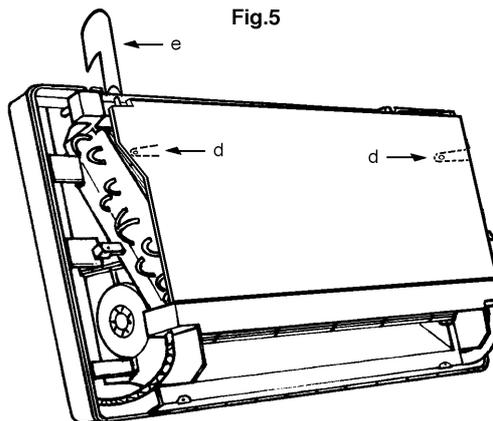

Fig.5
d) Montage (fig. 5) du bac de condensats
d) Mounting (fig. 5) of the condensates drain pan
h) Procéder au raccordement des condensats (consignes de raccordement page 16). Fixer le cache d'évacuation des condensats sur l'arrière du bac (fig. 5 ou 7 - rep. e).
h) Proceed to the condensates connection (connecting recommendations page 16). Fit the condensate drainage cover cap on the rear of the drain pan (fig. 5 or 7 - ref. e).